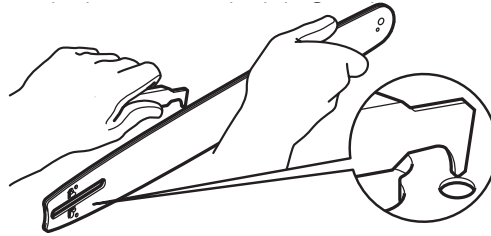

Fig. 39
3. Compruebe el engranaje de transmisión (28). Si está desgastado o dañado debido al esfuerzo, deberá sustituirlo un centro de servicio autorizado.
4. Limpie los residuos de los raíles de la espada (13) con un destornillador, una espátula, un cepillo de alambre u otra herramienta similar. Esto mantendrá abiertos los conductos de aceite para suministrar la lubricación adecuada a la espada (13) y a la cadena (14) (Fig. 39).